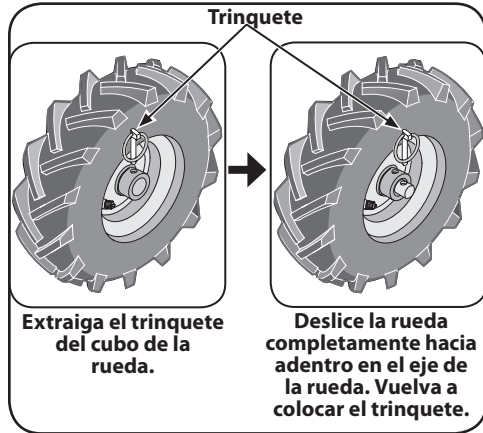

Figura 3-4
1. Coloque un bloque resistente bajo la transmisión para elevar una rueda aproximadamente 1" del suelo. Extraiga el trinquete del cubo de la rueda y del eje de la rueda. Vea la Figura 3-4.
2. Deslice la rueda completamente hacia adentro en el eje de la rueda. Reinstale el trinquete a través del eje de la rueda únicamente (no a través del cubo de la rueda). Vea la Figura 3-4. La rueda debe girar libremente (ruedas libres) sobre el eje de la rueda. Repítalo con la otra rueda.